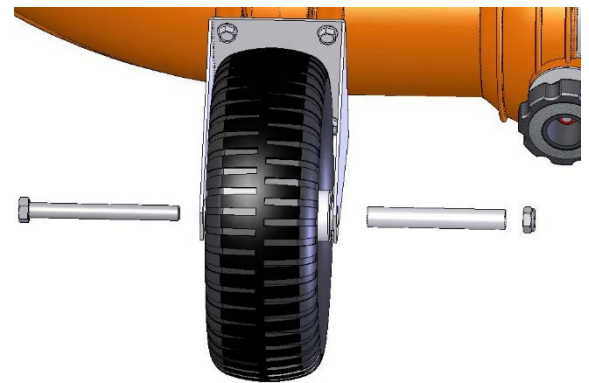

Fig. 2
2. Bevestig de voorband met het materiaal op de voorwielbeugel. Gebruik een blok om het vooreinde van de unit van de grond te tillen. Steek de wielafstandhouder (item #17) in het wiel en tussen de beugel. Steek ten slotte de bout (item #20) door de beugel, het wiel en de afstandhouder en met de moer (item #27). (Zie fig. 2)